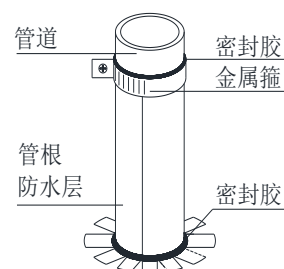

图 4 出屋面管防水卷材固定密封
m) 管根防水层上口用金属箍固定，金属箍上口与卷材上口齐平，并用高分子密封胶密封。管根与平面交接处阴角，用密封胶进行加强防水密封，密封胶应将“裙分”叉口填补封实（图 4）。